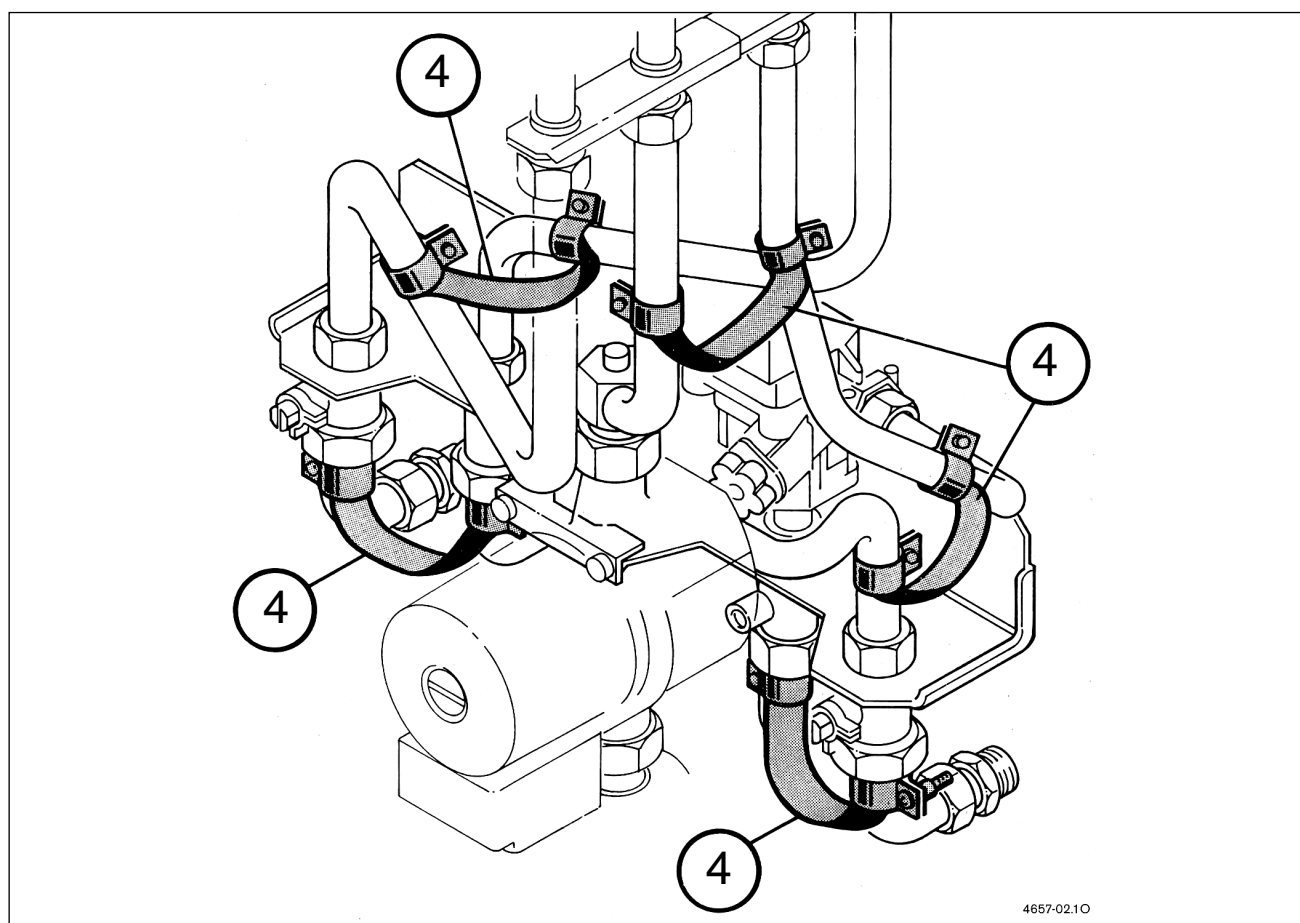

Figura 2
- Montare i cinque ponti termici in rame (4) come illustrato in figura 2. Porre attenzione ad utilizzare i morsetti corrispondenti al diametro del tubo (ZWE).